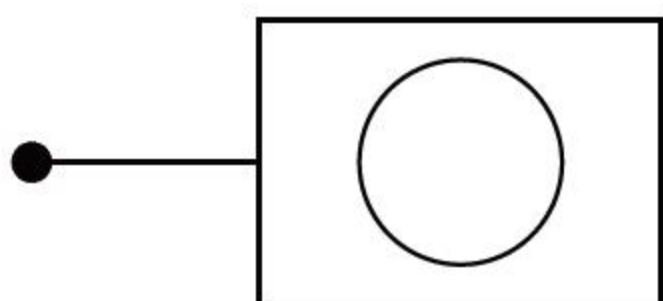

图3-99 绘制圆环
**04** 调用DO【圆环】命令，结合【对象捕捉】功能，绘制圆环，如图3-99所示。命令行操作如下。